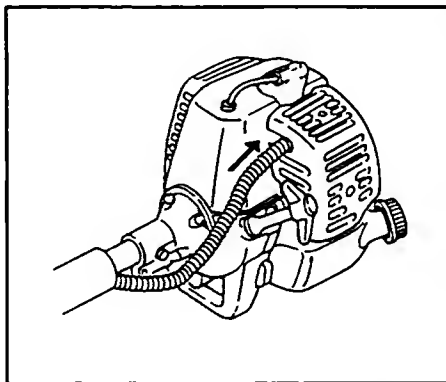

Fig. 1-7
- ⑤ Cover throttle cable and stop cords together with protective tube provided up to aircleaner cover. (Fig.1-7)
- ⑥ Couvrir ensemble le câble de commande des gaz et les cordons d'arrêt avec le tube de protection fourni jusqu'à la hauteur du couvercle du filtre à air. (Fig. 1-7)
- ⑦ Coprite il cavo dell'acceleratore e fermate i cavi insieme con il tubo di protezione in dotazione fino al coperchio del filtro dell'aria. (Fig. 1-7)
- ⑧ Den mitgelieferten Schutzschlauch über Drosselklappenzug und Stopp-Leitungen bis zum Luftfilterdeckel ziehen. (Fig. 1-7)
- Sp) Cubrir el cable del acelerador y retener las cuerdas junto con el tubo protector provisto hasta la tapa del purificador de aire. (Fig. 1-7)
- Sw) Linda ihop gasregleringskabeln och kortslutningskablarna tillsammans med det medlevererade skyddsörret upp till luftrenarens hölje. (Fig. 1-7)